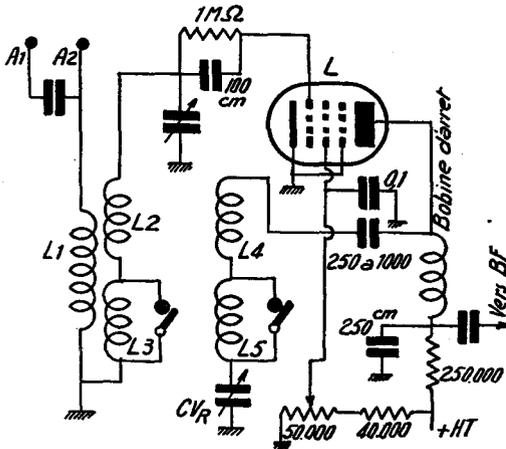
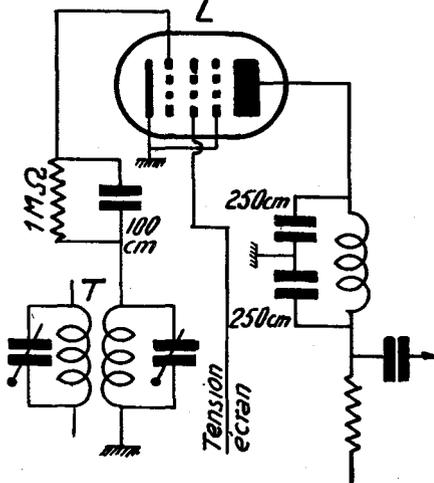

FIG. 12. — Schéma général d'une détectrice à réaction avec couplage entre les circuits plaque et grille.
FIG. 15. — Détectrice « grille » derrière, un transformateur MF. Le schéma est le même s'il s'agit devant la détectrice, d'un étage HF.
**Détection grille.** — Elle est surtout employée dans les détectrices à réaction dont la figure 12 nous donne un schéma. Sur ce dernier, la réaction est commandée par un condensateur variable (CVR) dont la valeur classique est de 0,25/1 000  $\mu$ F et aussi par le potentiomètre de 50 000 qui règle la tension écran. Cette tension écran est toujours très critique dans les détectrices à réaction et il n'est pas exagéré de dire que sa variation de quelques volts peut entraîner une baisse de rendement de 50 %.
se réduit à celui de la figure 15. T est le dernier transformateur MF (ou HF) et la tension écran est fixe ou, si on veut un montage soigné, ajustable comme dans le cas de la figure 12.